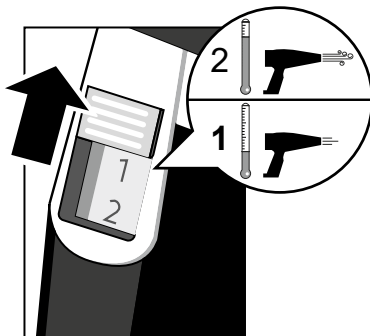

Рисунок 3 - Включение строительного фена серии АНГ.
7.1.2 Переведите выключатель (3) в положение «I» для включения первого режима работы (см. Рисунок 3)